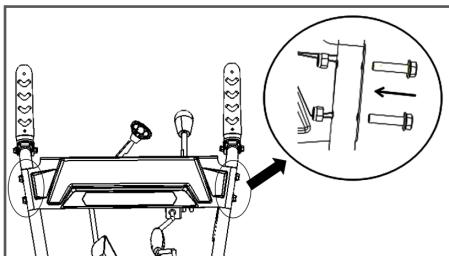

Рис. 2 Установка панели управления
- Если панель управления установлена на рабочих рукоятках, пропустите этот пункт. Установите панель управления (Рис. 2). Для этого совместите отверстия в панели и рабочей рукоятке, вставьте в них четыре болта M8 × 35 и закрепите их контргайками M8.